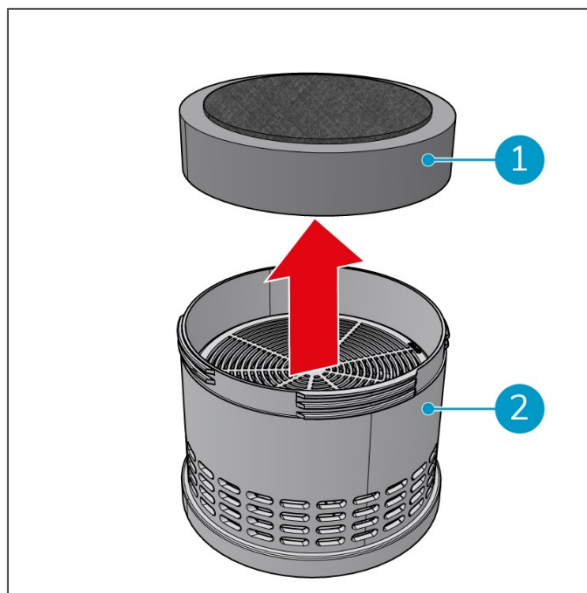
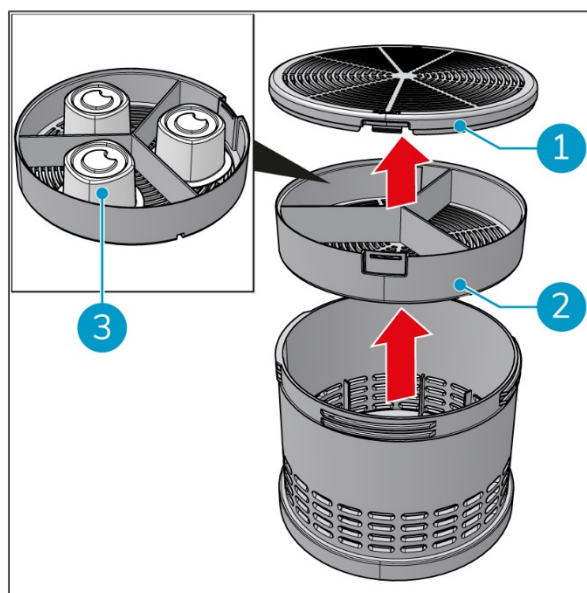

Figura 25
Figura 27
4. Rimuovere il vecchio filtro del motore (Figura 25, pos 1) dall'alloggiamento del filtro.
5. Posizionare il nuovo filtro del motore (Figura 25, pos 1) nell'alloggiamento del filtro (Figura 25, pos 2).
4. Rimuovere il filtro del motore (Figura 25, pos 1) dall'alloggiamento del filtro.
5. Rimuovere la cartuccia della fragranza (Figura 27, pos 2) dall'alloggiamento del filtro.
6. Rimuovere il coperchio della cartuccia della fragranza (Figura 27, pos 1).
7. Posizionare 1, 2 o 3 capsule profumate (Figura 27, pos 3) nella cartuccia della fragranza.
8. Riposizionare il coperchio (Figura 27, pos 1) sulla cartuccia della fragranza (Figura 27, pos 2).
9. Sostituire la cartuccia della fragranza (Figura 27, pos 2) nell'alloggiamento del filtro (Figura 25, pos 2).
10. Riposizionare il nuovo filtro del motore (Figura 25, pos 1) nell'alloggiamento del filtro (Figura 25, pos 2).